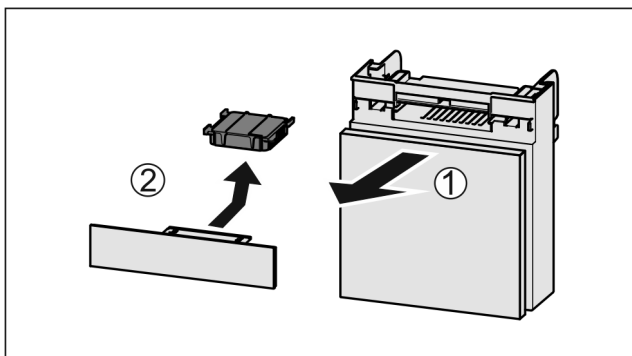

Fig. 148
- ▶ Издърпайте Fig. 148 (1) напред отделението.
- ▶ Извадете Fig. 148 (2) филтъра с активен въглен.